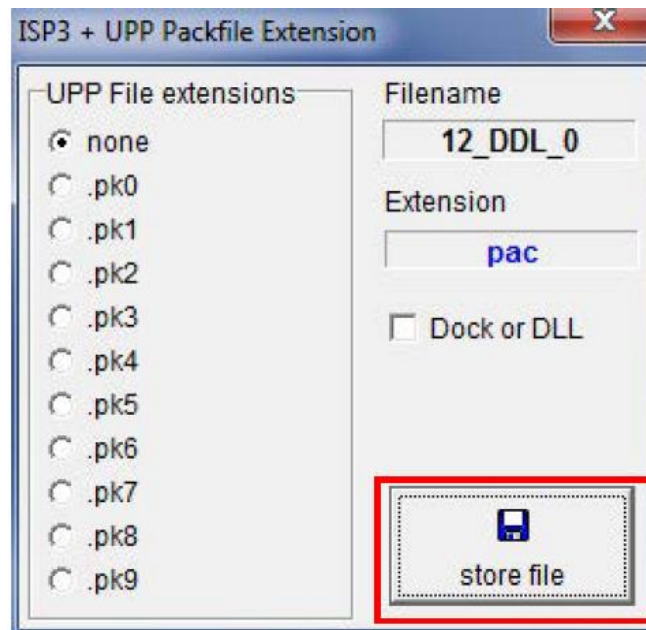

Рисунок 15
1.2.14 Подтвердите, нажав кнопку «store file» (рисунок 15).